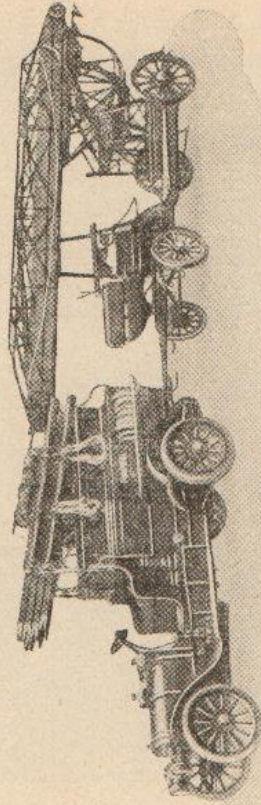

Fig. 102.
*La scala aerea meccanica per azionamento a mano* è costruita su carro ordinario o su autocarro che ne facilita il celere trasporto, (fig. 102). Il suo sviluppo che può raggiungere altezze dai 18-30 metri si effettua a mezzo di corda metallica, che avvolgendosi su un argano a ruota dentata comandata da due manovelle, innalza i pezzi di volata facendoli scorrere l'uno sull'altro. Raggiunto lo sviluppo voluto i pezzi formanti l'alzata vengono fissati da appositi nottolini di arresto. Un altro congegno